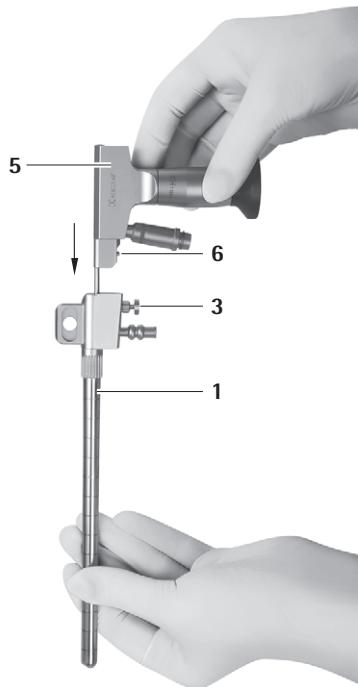

Fig. 2
- Bloquear el endoscopio 5 en el trocar MINOP InVent 1, ver Fig. 2.